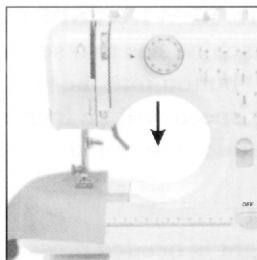

Fig. 8
2. Baje el prensatelas (Fig.8).